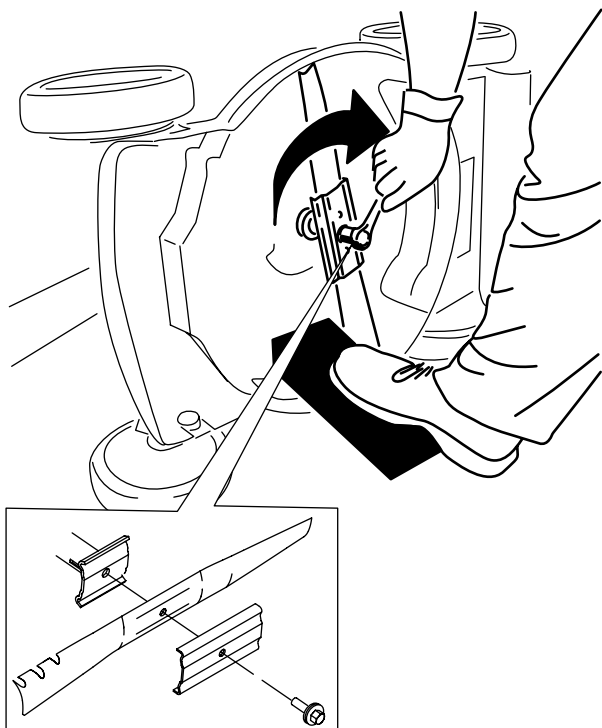

Figure 23
5. Montez la nouvelle lame et toutes les fixations (Figure 23).